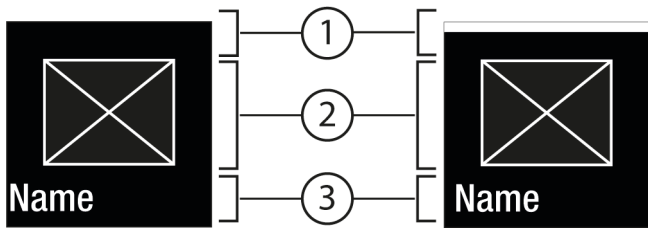
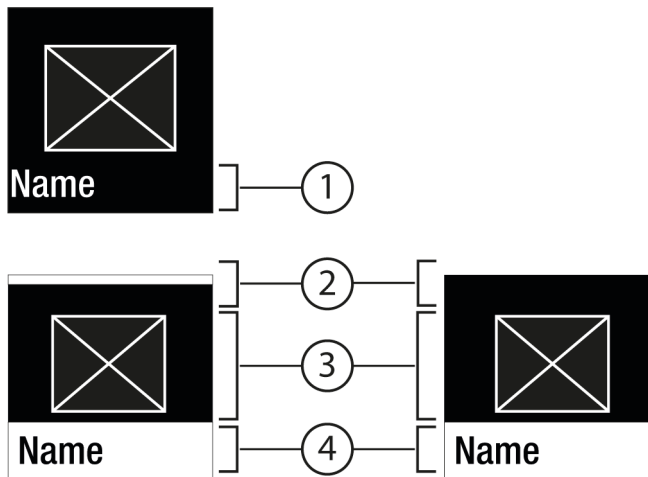

Fig. 6
Fig. 7
- Cu Confirmare Fig. 5 (2) apăsați Submeniu Fig. 7 (4).
- Setați valoarea nouă: Cu Confirmare Fig. 5 (2) selectați o valoare dezactivată Fig. 6 (1).
- Înapoi în meniu: Cu Confirmare Fig. 5 (2) selectați valoarea activată Fig. 6 (2) deja.
- ▷ Starea: activată Fig. 6 (1) apare scurt în submeniu Fig. 7 (4).